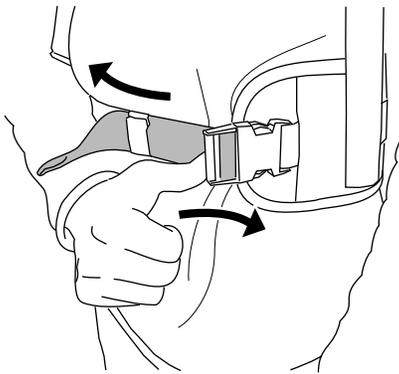

Figura 14
7. Si el cinturón de cadera está demasiado apretado, empuje lateralmente sobre el tensor para alargar el cinturón (Figura 14).